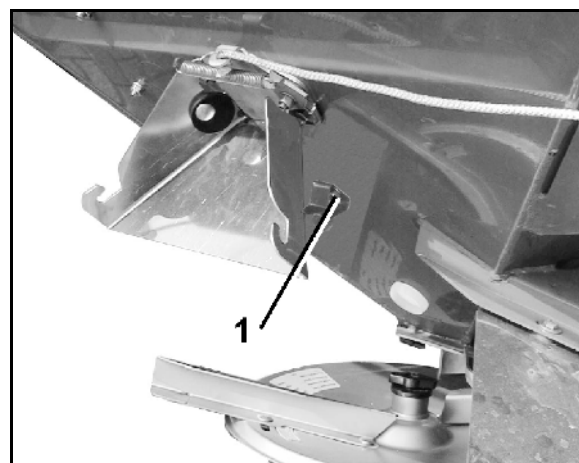
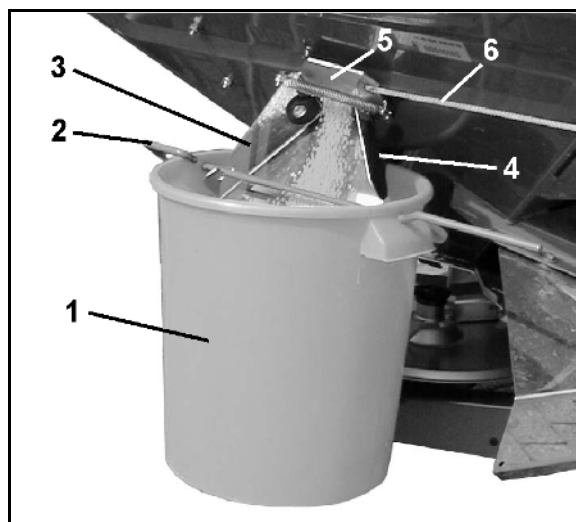

Fig. 65
Fig. 67
1. Hæng samlebeholderen (Fig. 67/1) op på udløbsrenden (Fig. 67/3) ved hjælp af bøjlen (Fig. 67/2). Lad samlebeholderen gå i indgreb i klemanordningen (Fig. 67/4 og Fig. 65/1).
2. Hold sidespjældet (Fig. 67/5) på udløbsrenden helt åben i ca. 5 sek ved hjælp af en snor (Fig. 67/6) (for at sikre en jævn gødningsstrøm). Tøm så den opsamlede gødningsmængde tilbage i sprederen.